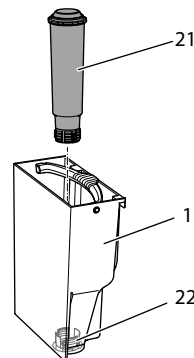

Fig. 15: Skru vannfilteret inn eller ut
- Fjern vannfilteret (se Fig. 15 på side 223).
9. Sett et nytt filter inn i vanntanken igjen (se Fig. 15).
3. Fjern vannfilteret (se Fig. 15).